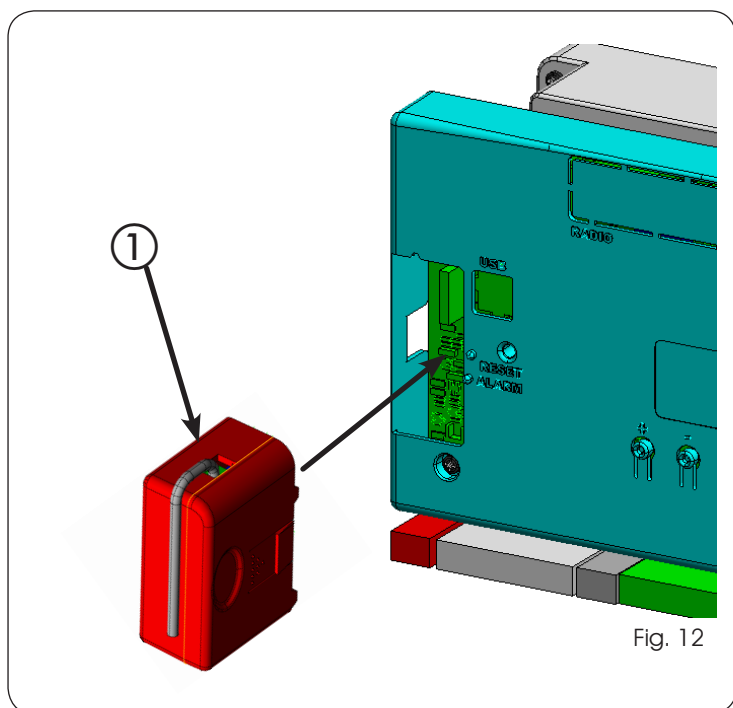

Fig. 12
El equipo electrónico está provisto de un sistema de decodificación (DS, SLH, LC/RC) bi-canal integrado llamado OMNIDEC. Este sistema permite memorizar, mediante un módulo receptor adicional XF433 o XF868 (Fig. 12, ref. ①), radiomandos de la misma frecuencia pero de diferente tipo (DS, SLH, LC/RC). Se puede memorizar tanto la apertura total (OPEN A) como la apertura parcial (OPEN B) del automatismo hasta un máximo de 256 canales.